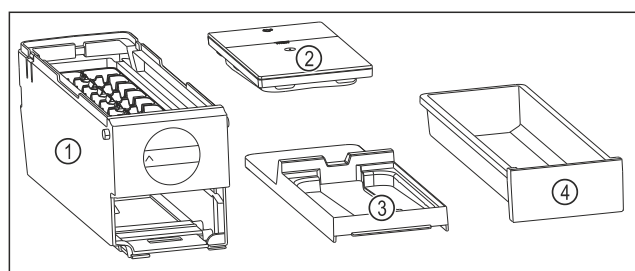

Fig. 107 EasyTwist-Ice 的组成部分
- ▶ EasyTwist-Ice 已被拆解为四部分。（参见 Fig. 107）
- ▶ 仅将 EasyTwist-Ice 拆解成所示的组成部分。（参见 Fig. 107）
- ▶ 将 EasyTwist-Ice 机身 Fig. 107 (1) 作为整体进行清洁。